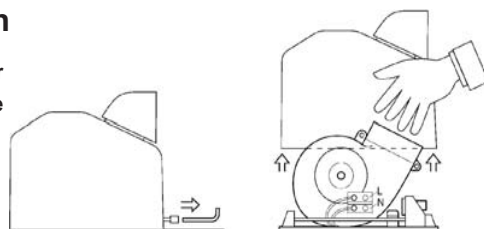

Figure 1
- De ne pas endommager la carcasse (voir figure 1).